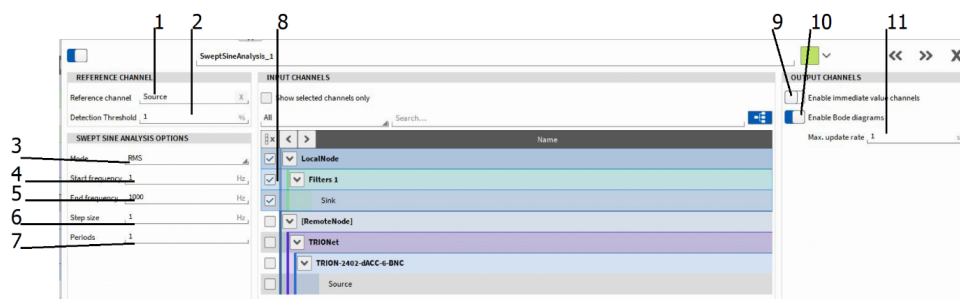

Fig. 7.137: 正弦扫频设置- 概览
- **ChannelName_iRMS** or **ChannelName_iPeak**: 时域信号; 包含当前频率下信号的幅值 (有效值还是峰值取决于在 ③ 图. Fig. 7.137 的选择) 此信号值仅和当前基频信号相关; 可以用波形记录仪 (见报警指示灯), 数字表 (见:ref:digital_meter) 等工具显示。
- **ChannelName_iUFRMS** or **ChannelName_iUFPeak**: 时域信号; 包含当前频率下信号的幅值 (有效值还是峰值取决于在 ③ 图. Fig. 7.137 的选择) 此信号包含所有频率信号成分; 可以用波形记录仪 (见报警指示灯), 数字表 (见压力柱状图) 等工具显示。
- **ChannelName_RMS** or **ChannelName_Peak**: 频域信号; 此通道为传递函数 (有效值还是峰值取决于在 ③ 图. Fig. 7.137 中的选择); 幅值参考基频; 可以用频谱分析仪 (见XY 记录仪) 工具显示数据
- **ChannelName_UFRMS** or **ChannelName_UFPeak**: 频域信号; 此通道为传递函数 (有效值还是峰值取决于在 ③ 图. Fig. 7.137 中的选择); 幅值参考所有频率成分; 可以用频谱分析仪 (见:ref:spectrum_analyzer) 工具显示数据。